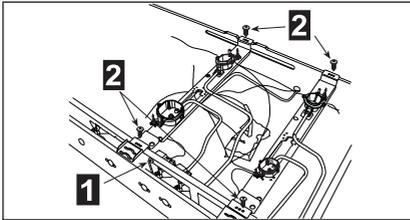

fig. 12
- Dévissez les vis **3** (fig. 12) qui verrouillent les traverses.
- Dévissez les vis **1** (fig. 12) qui a rejoint les brides des robinets sur le châssis avant.